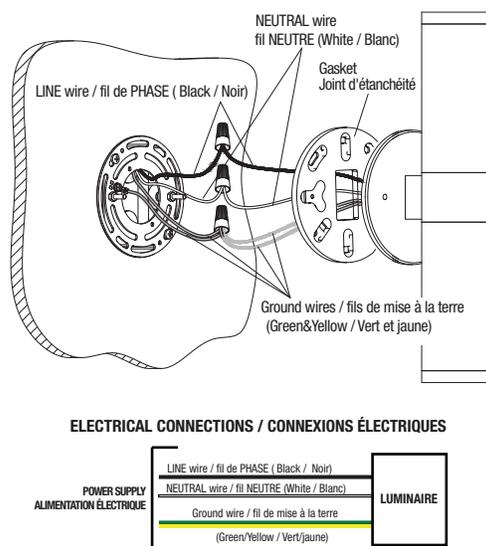

Fig. 2c
5. Make electrical connections between the luminaire and junction box wires as shown in Fig. 2c. Push the wires into the junction box through the central hole of the Universal Spider Adaptor Plate.
5. Effectuer les connexions électriques entre le luminaire et les fils de la boîte de jonction comme indiqué sur la Fig. 2c. Pousser les fils dans la boîte de jonction par le trou central de la plaque adaptateur à débouchures universelles.